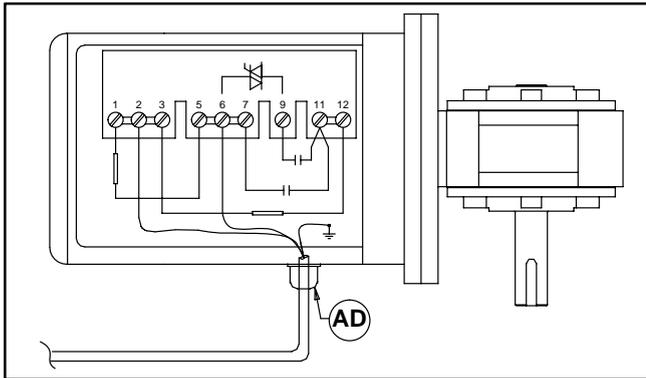

Abbildung 18
- b. Die Farben der Drahtleiter (Adern) an Klemmen 2, 6 und Erdungsklemme (Schutzleiter) (\perp) (Abbildung 18) aufschreiben. Klemmen 2, 6 und Erdungsklemme lösen und Drahtleiter (Adern) entfernen.
- c. Die Kabelklemme (AD siehe Abbildung 18) lösen und Kabel herausziehen.